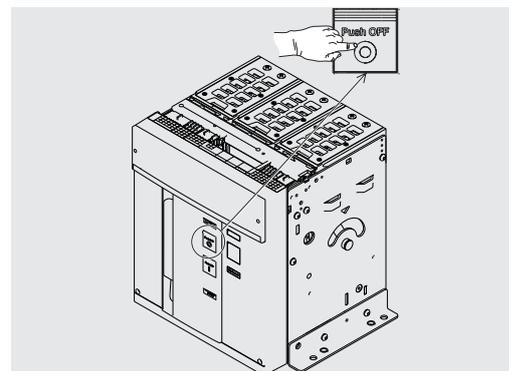

Figura 30
6. Apertura - Premere il pulsante di apertura "O - Push OFF" come indicato in Figura 30.